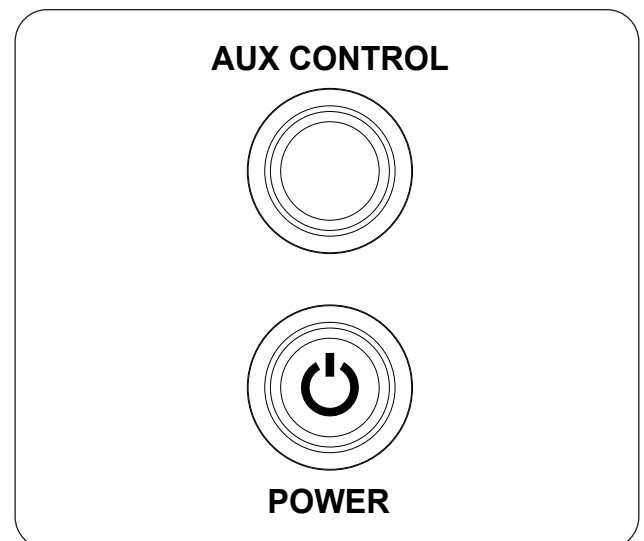

Fig. 47-1 Opération manuelle:
1. Localisez le panneau de commande sur le côté de l'appareil (reportez-vous à la LISTE DES PIÈCES D'IDENTIFICATION si nécessaire), et identifiez les boutons **AUX CONTROL** et **POWER** (voir Fig. 47-1).
Pour éteindre le brûleur (le système restera allumé), appuyez sur le bouton **AUX CONTROL** (voir Fig. 47-1).
Pour arrêter le brûleur et le système (arrêt total), appuyez sur le bouton **POWER** (voir Fig. 47-1).